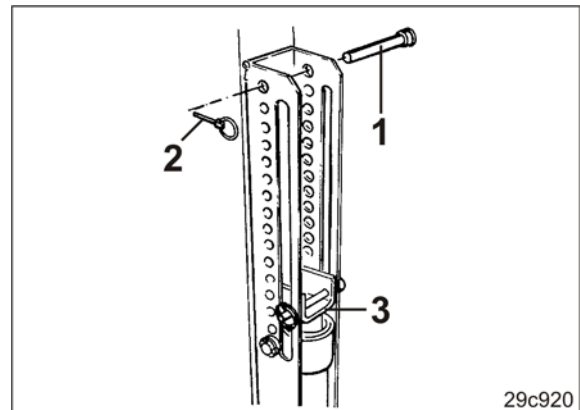

Fig. 166
3. Den Bolzen (Fig. 166/1) oberhalb des Anschlags (Fig. 166/3) in eine Bohrung der Lochgruppe einstecken und mit einem Klappstecker (Fig. 166/2) sichern.